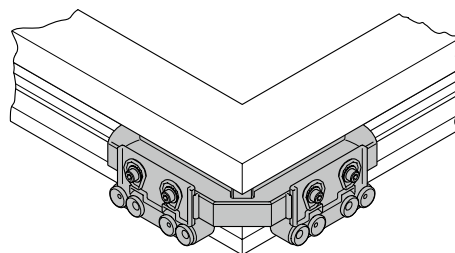

Рисунок 7: Шаблон нижней петли на створке FL.K.U
- Шаблон LE.B.FL.K.U (1) вставить в фурнитурный паз и прижать. Сверлить отверстия сверлом 6 мм.
- (Рис. 7).
- Петлю FL.K.U (2) установить в отверстия и закрепить двумя шурупами 4,2 мм x 40 мм.